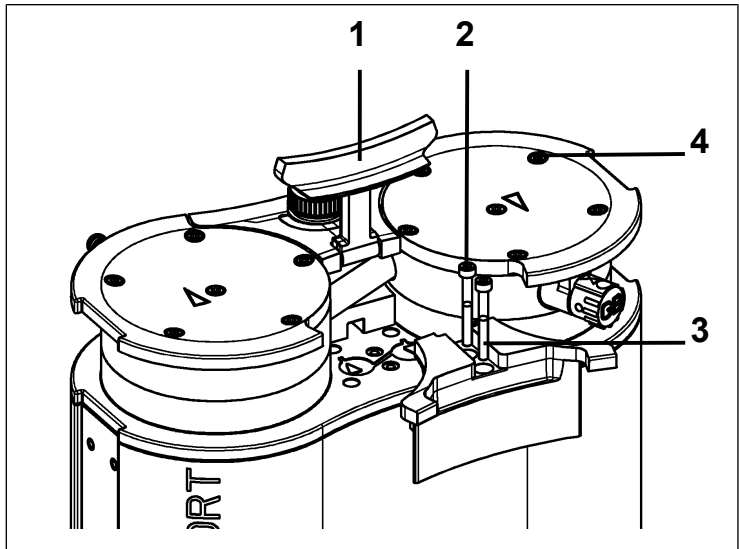

Fig. 8: Desmontaje de la cubierta
1. Poner el asa (1/Fig. 8) en posición vertical.
2. Soltar los tornillos (2/Fig. 8) de la cubierta (3/Fig. 8).
3. Quitar la cubierta (3/Fig. 8).
4. Aflojar los tornillos con cabeza exteriores (4/Fig. 8).
1. Hacer una marca continua con un lápiz en la placa de presión (2), la tapa del cabezal (3) y la placa intermedia (6). Esto evita un posterior montaje incorrecto de las piezas.
2. Aflojar los tornillos exteriores (**4**/Fig. 8) de los cabezales de la bomba.
9. Insertar los cabezales de la bomba (compuestos por tapa del cabezal (3), placa intermedia (6) con placas de válvula/juntas (4) y placa de presión (2)) junto con el tubo de conexión en la carcasa de la bomba siguiendo la marca hecha con el lápiz.
10. Montar la cubierta del asa (3/Fig. 8).
11. Apretar los tornillos (2/Fig. 8) de la cubierta del asa (3/Fig. 8) (par de apriete: 2 Nm).